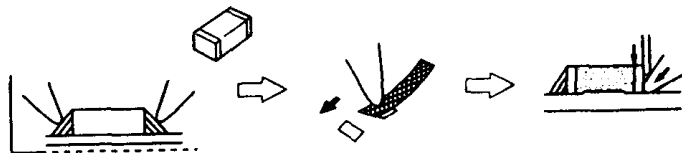

图1.1.5 片状器件的拆卸 (A)
2) 取下部件的方法（见图1.1.5）：使用两个烙铁拆取，用细尖烙铁头，所用烙铁头温度为280℃左右。同时使部件两头加热，加热时，用尖烙铁头夹住部件并取下用吸锡线将电路板部件位置上的原焊锡完全去掉，为了安装新部件，清洁印制板铜箔是很重要的。